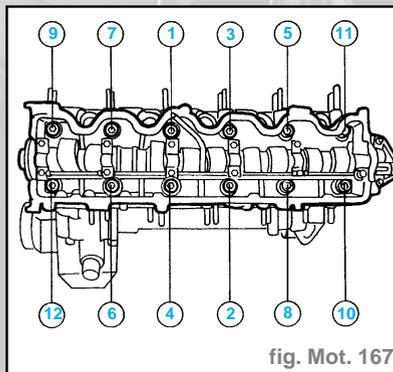

fig. Mot. 167
- Installer la culasse sur le bloc moteur, procéder ensuite aux différents phases de serrage dans l'ordre indiqué (fig. Mot. 167).